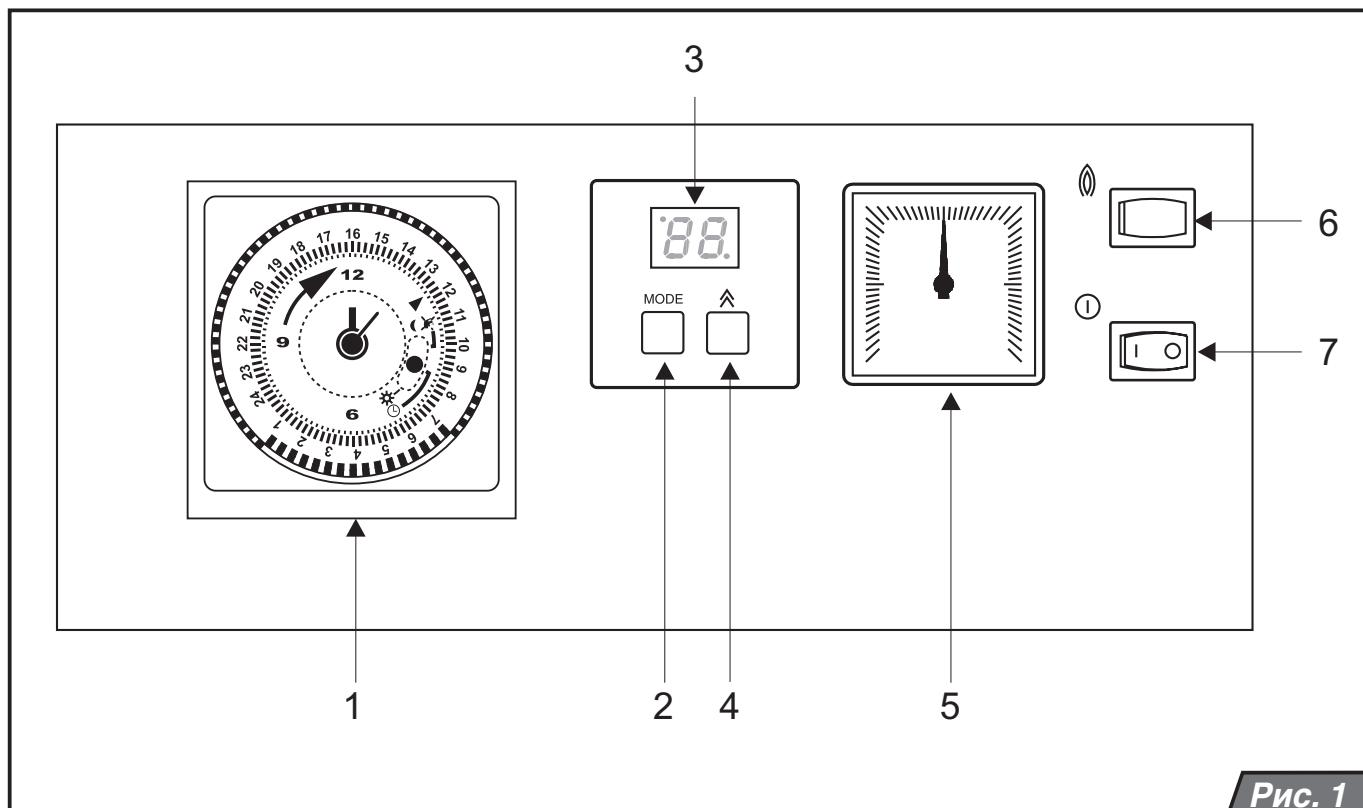

Рис. 1
Главный выключатель (рис.1, поз.7) предназначен для включения и выключения котла. Он располагается в правой части панели управления.
### Описание элементов управления (рис. 1):
Давление в системе отопления постоянно отображается на манометре котла (рис.1, поз.5).
4. давление в системе отопления находится в допустимых пределах 1 – 2 бара. Установите главный выключатель (рис. 1, поз. 7) в положение ВКЛЮЧЕНО (I). Котел включится и начнет работать в режиме нагрева воды в бойлере (если бойлер подключен к котлу). После нагрева воды в бойлере котел переключится на режим отопления (при условии, что режим отопления активен). В случае защитного
отключения котла на дисплее панели управления появится сообщение о неисправности (см. „Сообщения об ошибках“, стр.8). С помощью кнопки RESET (рис. 1, поз. 6) разблокируйте котел. Если, после включения, защитное отключение повторится, или невозможно будет произвести разблокировку котла, обратитесь в сервисную организацию.
При кратковременном отключении котла установите главный выключатель (рис. 1, поз. 7) в положение ВЫКЛЮЧЕНО (O). При выключении котла на длительный период необходимо отключить его от электрической сети и перекрыть подачу газа в котел. Если в зимний период котел не используется, то систему отопления необходимо опорожнить. Однако необходимо избегать частых сливов и подпиток системы отопления во избежание образования накипи и отложений внутри котла.